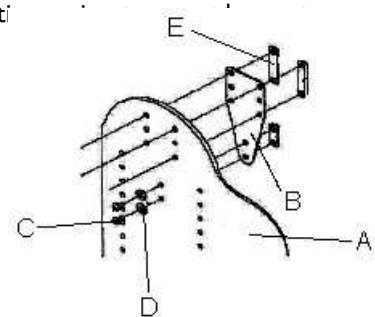

Figure 1
Retirez la sangle de transport à l'aide d'une clé Allen de 5/16" (4 mm). Avec un tournevis et un marteau, percez les trous correspondant à ceux de la plaque de montage (B) de l'appui-tête (Figure 1). Fixez le tout avec les vis (C), les rondelles (D) et les écrous à souder (E) fournis de telle sorte que la plaque se trouve à l'intérieur du dossier (A).